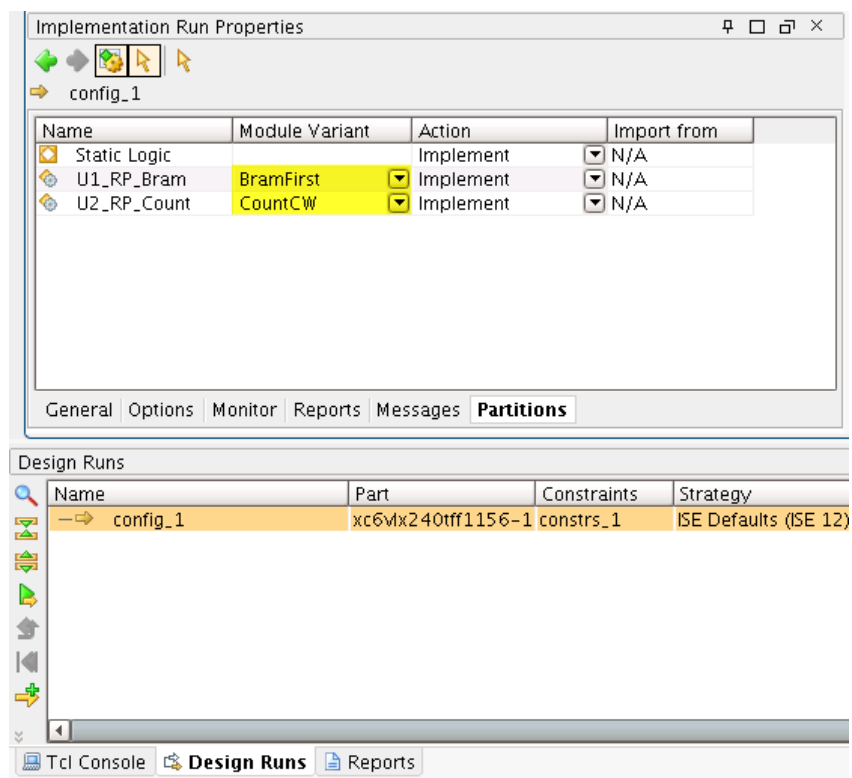

図 20 : コンフィギュレーション モジュール (config_1)
- [Design Runs] ビュー ([**Window**] → [**Design Runs**]) で **config_1** を選択し、[Implementation Run Properties] ビューで [Partitions] タブをクリックします (図 20)。リストされる [Module Variants] が **BramFirst** と **CountCW** でない場合は、変更してください。